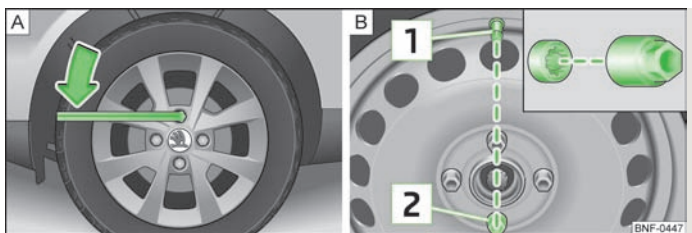

Fig. 108 Sostituzione di una ruota: Allentare la vite della ruota/Ubicazione dei bulloni ruota antifurto
- Afferrare l'estremità della chiave e ruotare la vite di circa **una** rotazione verso sinistra » fig. 108 - **A**.
Il **bullone ruota antifurto** su una ruota con copriuota deve essere avvitata in posizione **2** » fig. 108 **B** rispetto alla valvola **1**. Diversamente non sarebbe possibile montare il copriuota.